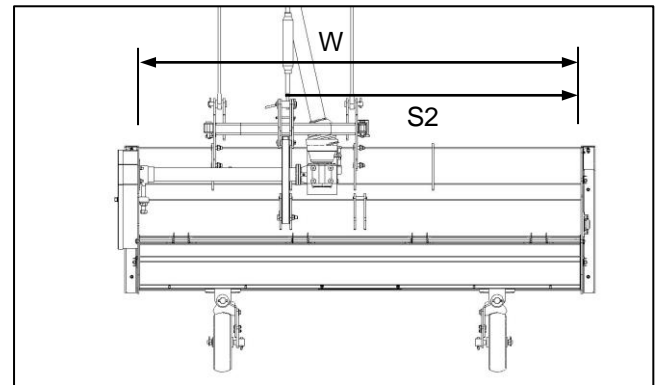

Fig. 7
- ✔ Maximum offset position (Fig. 7)  $S2 = \text{Working width (W)} - 1000 \text{ mm}$ .
- ✔ Maksimumkontraposisie (Fig. 7)  $S2 = \text{Werkswydte (W)} - 1000 \text{ mm}$ .